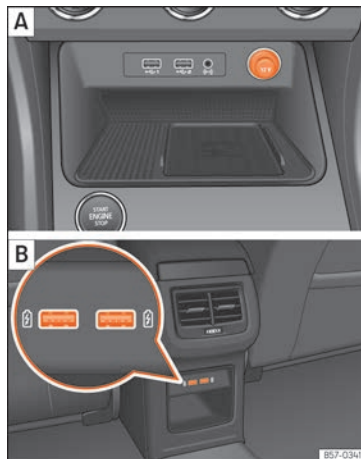

Abb. 168 [A] Mittelkonsole: 12-Volt-Steckdose vorn. [B] Hinterer Teil der Mittelkonsole: USB-Steckdosen.
- Ziehen Sie den Stecker in der Mittelkonsole aus der Steckdose heraus »» **Abb. 168** **A**.
Die USB-Eingänge befinden sich im hinteren Teil der Mittelkonsole zwischen den Vordersitzen »» **Abb. 168** **B**. Jeder dieser Anschlüsse verfügen über eine maximale Leistung von bis zu 10,5 W.